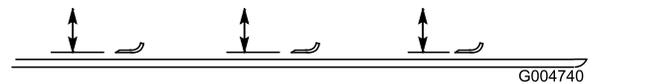

Figura 88
- Ruotate la lama fino a quando le estremità non sono rivolte in avanti e indietro e misurate la distanza tra l'interno dell'apparato di taglio e il tagliente sulla parte anteriore della lama (Figura 88).